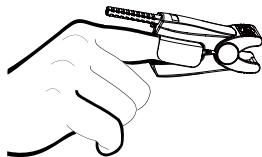

Рис.3-2 Расположение датчика
- Выберите подходящий датчик с точки зрения типа и размера. Прикрепите датчик к соответствующему месту пальца пользователя, см. Рис.3-2.